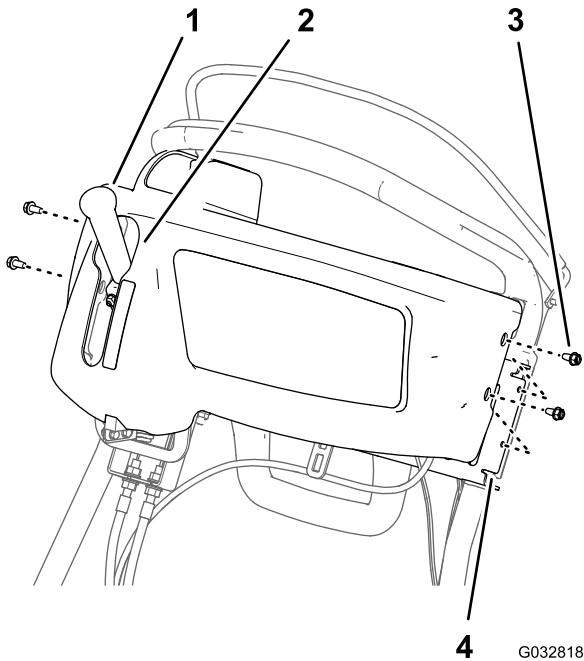

Bild 15
- Fluchten Sie den Schlüsselloch-Schlitz in der Abdeckung des Armaturenbretts über den Hebel des Fahrantriebs und Spindelantriebs aus (Bild 15).
- Fluchten Sie die Löcher in der Abdeckung des Armaturenbretts mit den Löchern in der Stützhalterung des Führungsholms aus (Bild 15).
- Befestigen Sie die Abdeckung mit den vier Bundbolzen (1/4" x 1/2"), die Sie in Schritt 1 von (Seite) entfernt haben, an der Halterung (Bild 15).